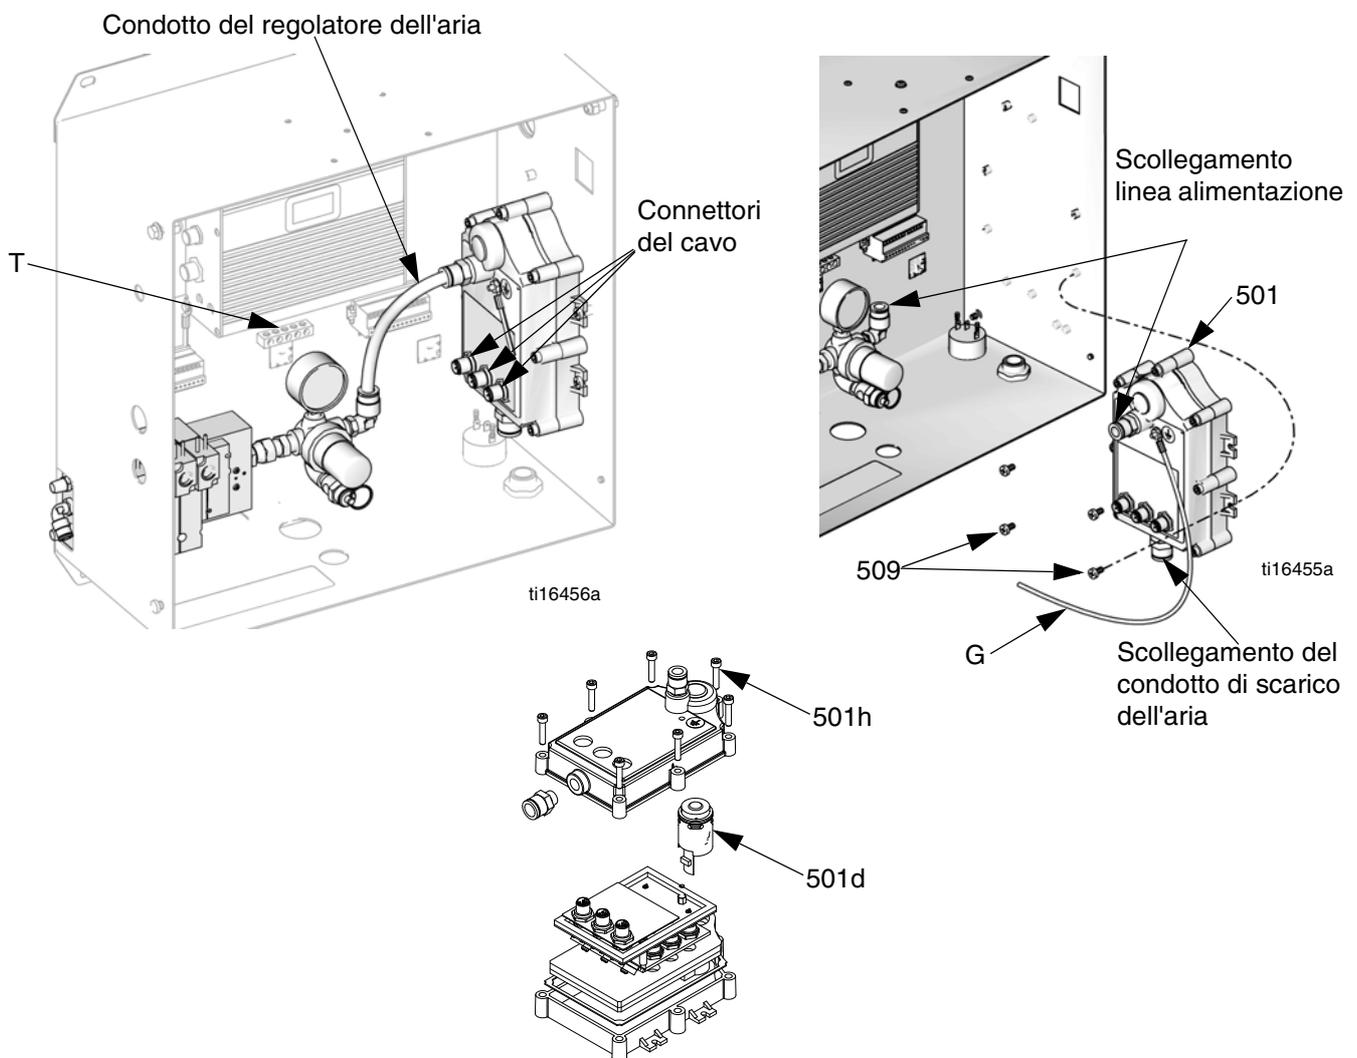

FIG. 9. Rimuovere il modulo alternatore (e la turbina)
3. Vedere FIG. 9. Scollegare i collegamenti del cavo di alimentazione in uscita dal modulo alternatore (501). Scollegare il filo di messa terra (G) dal terminale di terra del quadro di controllo (T).
6. Rimuovere quattro viti (509) dal supporto per togliere l'alternatore dal quadro di controllo.